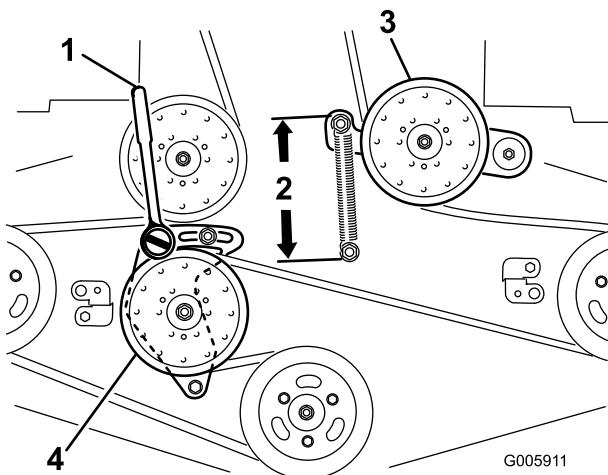

Bild 61
4. Lösen Sie den starren Spannarm und stellen Sie ihn ein, um die Riemenspannung zu lösen (Bild 61).
7. Setzen Sie eine Rätsche mit einem kurzen Griff oder ein Stemmeisen in das rechteckige Loch im fixierten Spannarm ein (Bild 61).
9. Drehen Sie zum Erhöhen der Riemenspannung die Rätsche oder das Stemmeisen nach links, um den starren Spannarm zu bewegen, bis Sie einen Abstand von 16,5 cm zwischen den Federhaken erhalten (Bild 61).